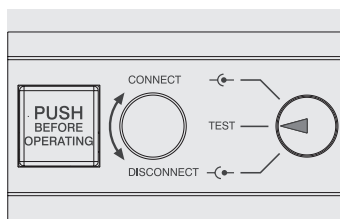

Figure 97
- disjoncteur en position de test (voir Figure 97)